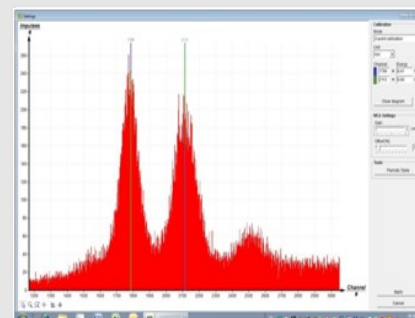

Рис. 6: калибровка многоканального анализатора
- В программе MEASURE выберите "Многоканальный анализатор" в разделе "Датчик". Затем выберите "Настройки и калибровка". После нажатия кнопки "Калибровка" можно измерить спектр. Скорость счета должна быть < 300 имп/с. Настройки калибровки по энергии: - калибровка по 2 точкам, - единица измерения = кэВ, усиление = 2 - установите смещение так, чтобы подавить низкоэнергетические сигналы шума (обычно достаточно нескольких процентов), см. рис. 6.